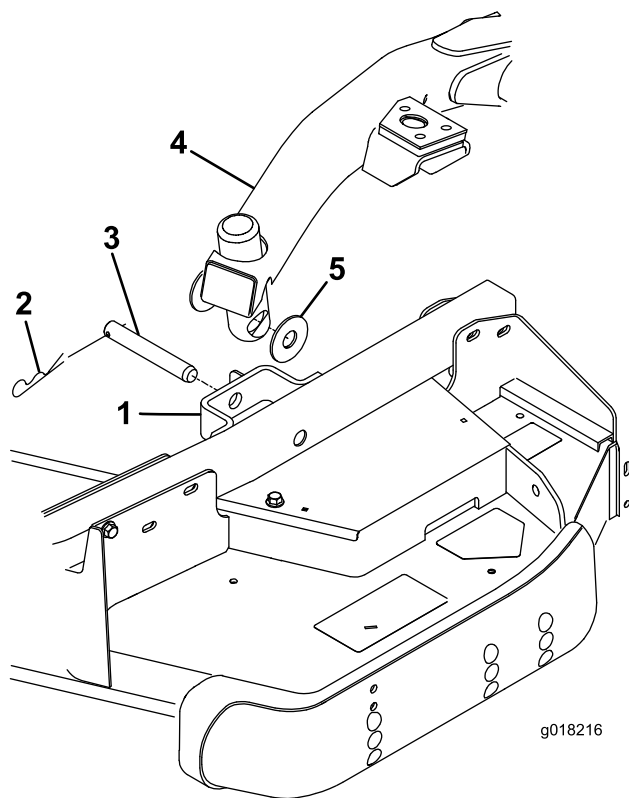

図 26
4. 昇降スイッチを前位置（フロート位置）にセットする。昇降アームを押し下げて、昇降アームについている穴とキャストアームのブラケットについている穴を整列させ、昇降アームのパッドに刈高ロッドを挿入できるようにする（図 26）
5. スラスト・ワッシャ 2 枚、クレビス・ピン、ヘアピン・コッターを使って、昇降アームをキャスト・アームに固定する。スラスト・ワッシャは昇降アームとキャスト・アーム・ブラケットの間に挿入する（図 26）コッター・ピンを、キャスト・アーム・タブのスロットに差し込んで固定する。